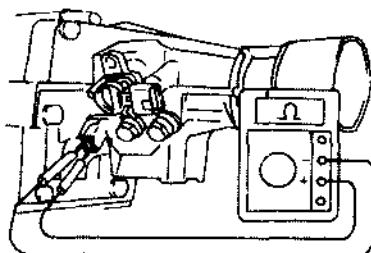

图6.3 车速传感器阻值检测
- ① 将点火开关置于“OFF”位，拔下车速传感器的线束插头。
- ② 用万用表测量车速传感器两接线柱之间的电阻，如图6.3所示，端子之间的电阻值为